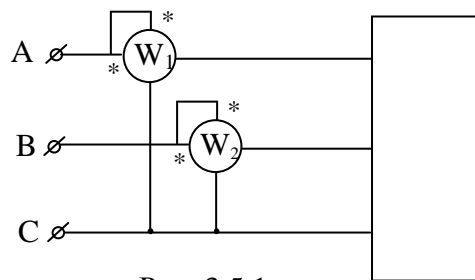

Рис. 3.5.1
3.5.4. Два одинаковых ваттметра включены в трехфазную сеть (рисунок 3.5.1). Определить показания обоих приборов при симметричном режиме нагрузки, линейном напряжении $U_{\text{л}}=120$ В, линейном токе 5 А, при различных углах сдвига фаз нагрузки: 0° , 30° , 60° , 90° .